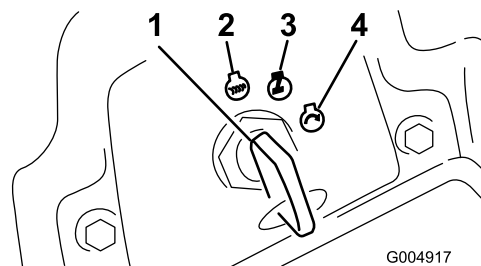

Figure 17
6. Tournez la clé dans le sens horaire en position Contact (Figure 17).
3. Tournez la clé de contact à la position arrêt (Figure 17). Attendez l'arrêt de toutes les pièces mobiles avant de quitter la position d'utilisation.